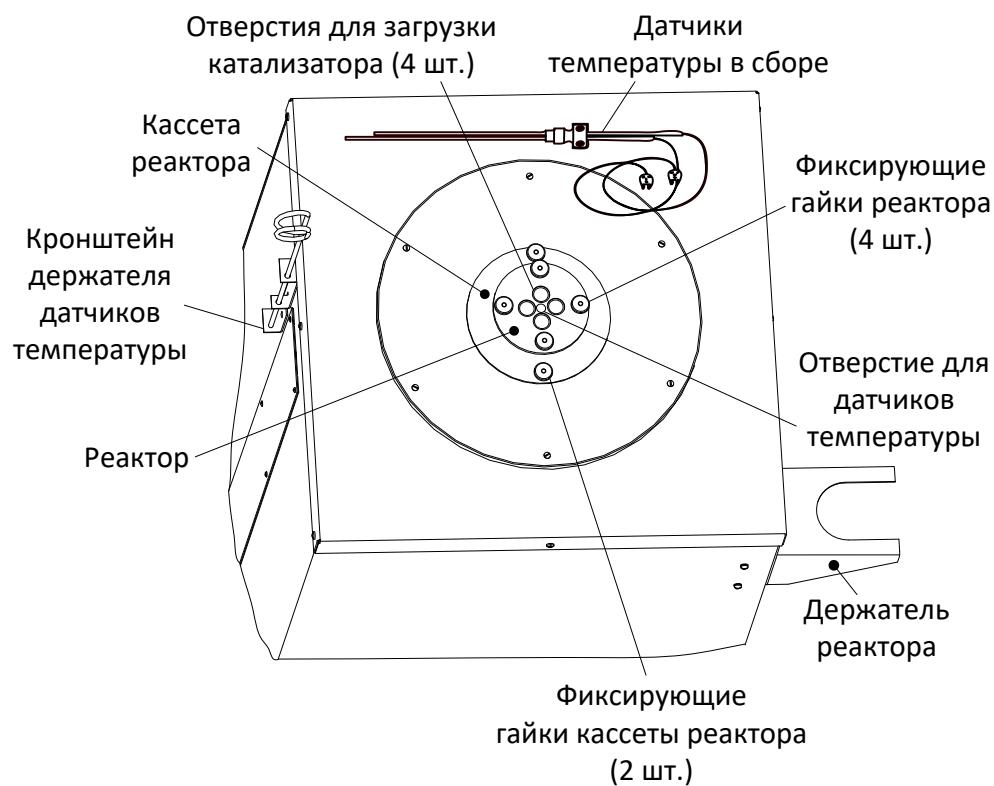
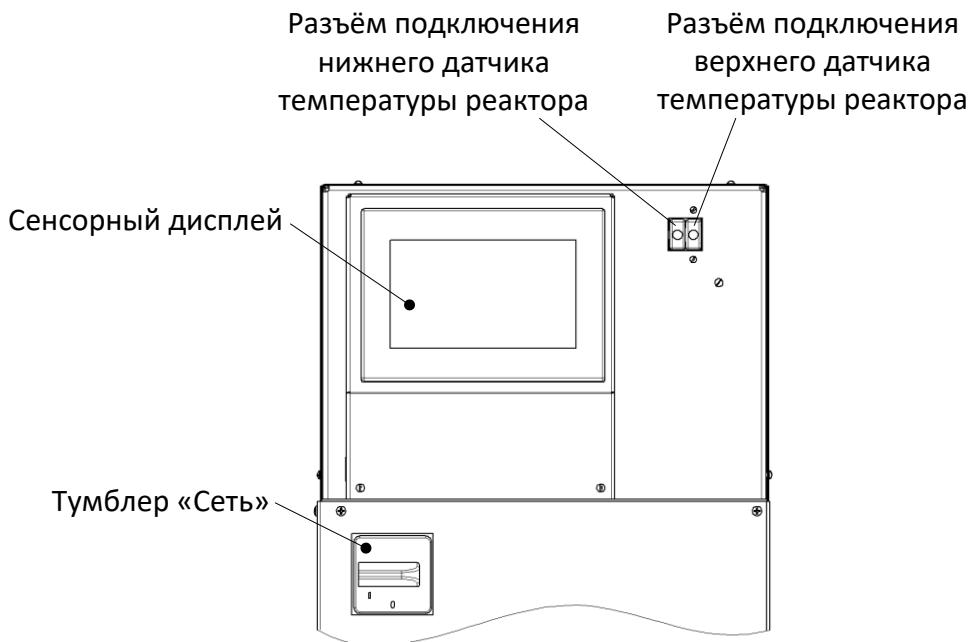

Рисунок 4 – Блок нагрева
Рисунок 6 – Разъёмы подключения датчиков температуры
4.4.1 Установка пыжа в реактор показана на рисунке 10 (реактор показан в разрезе). Продуть трубы реактора сжатым воздухом и установить реактор на держатель (рисунок 4). Поместить в каждую трубку приспособления для извлечения пыжей. Установить пыжи при помощи трамбовки из комплекта поставки. Верхняя метка на трамбовке соответствует высоте пыжа 20 мм относительно сетки трубы реактора. Пыж должен заполнять всё сечение трубы во избежание просыпания катализатора внутрь кассеты, но не должен быть уложен очень плотно, чтобы не создавать чрезмерного сопротивления потоку воздуха и пара.
4.4.3 Установить реактор в кассету на блоке нагрева и зафиксировать его гайками (рисунок 4).
устанавливаются в реактор до утопления нижней части держателя в центральном отверстии (рисунок 4). Вилки датчиков подключаются к розеткам разъемов на передней панели блока управления (рисунок 6).